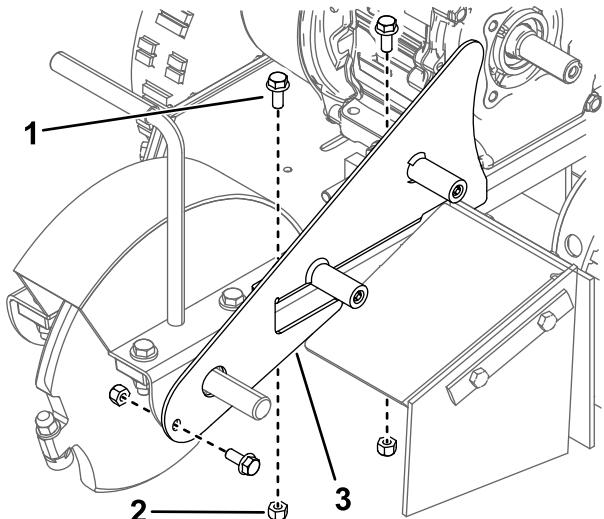

**Figura 4**
6. Retire la polea delantera (Figura 4).